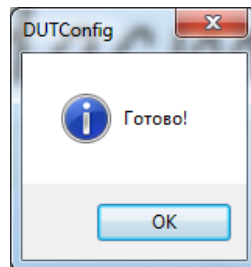

Рисунок 24 – Калибровка завершена
11. Отсоединить щуп и дождаться сообщения программы об окончании калибровки (рис. 24).